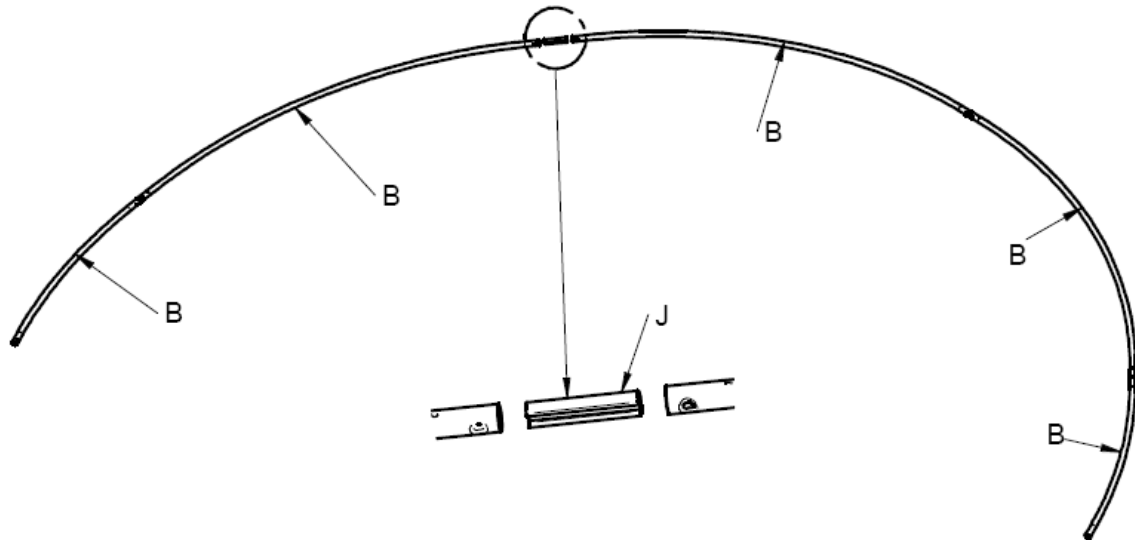

Abbildung 8.
Bügel (B) und Verbindungsstücke (K) sind noch vor Überdehnung der Abdeckplane auf Konstruktion innerhalb der zukünftigen Bedachung zu platzieren und Montage wird im Inneren fortgesetzt. Es sind die Bügel (B) mit einem Durchmesser von 20 mm (Abb. 8) zusammenzubauen. Die Bügel sind durch die innerhalb der Abdeckplane aufgenähten (eingeklebte) Schlaufen durchzuziehen (für einen Bügel sind 5 Bügelteile einzusetzen), durch die Verbindungsstücke zu verbinden (J) und schließlich in die Gelenke einzustecken. Der mittlere Teil des Bügels wird an der Abdeckplane mit Hilfe von Klettverschlüssen gesichert (siehe Abbildung B - Bilderbeilage).